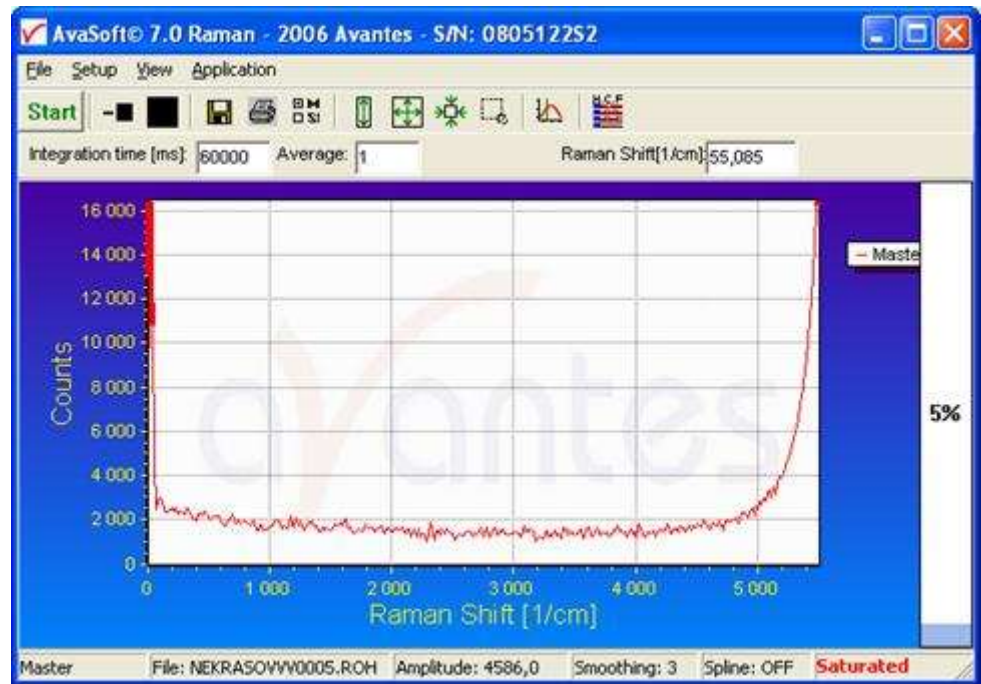

Рис. 2.9. Спектр темного фона
- нажать кнопку **Start**, находящуюся в верхнем левом углу главного окна (под кнопкой меню File). На экране в главном окне появится график темнового фона (рис. 2.9);